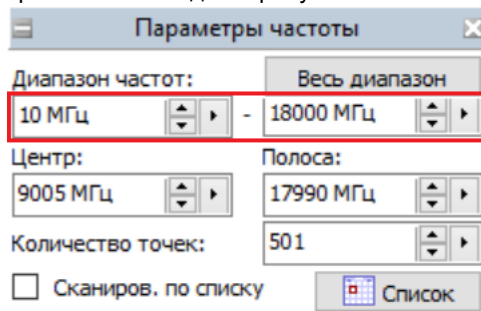

Рисунок 5. Задание частотного диапазона.
6. В панели управления «Параметры частоты» задать требуемый частотный диапазон измерения, рис. 5.